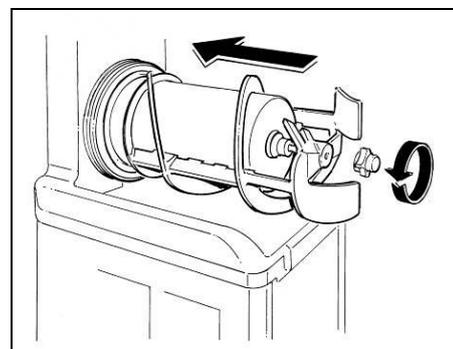

Fig. 13
- Fissare tutti i componenti avvitando il pomello in senso antiorario (fig.13).